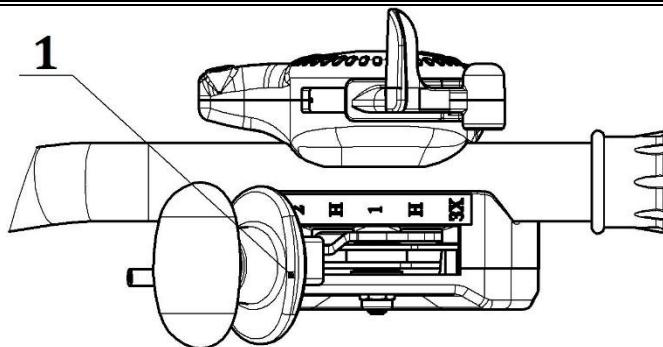
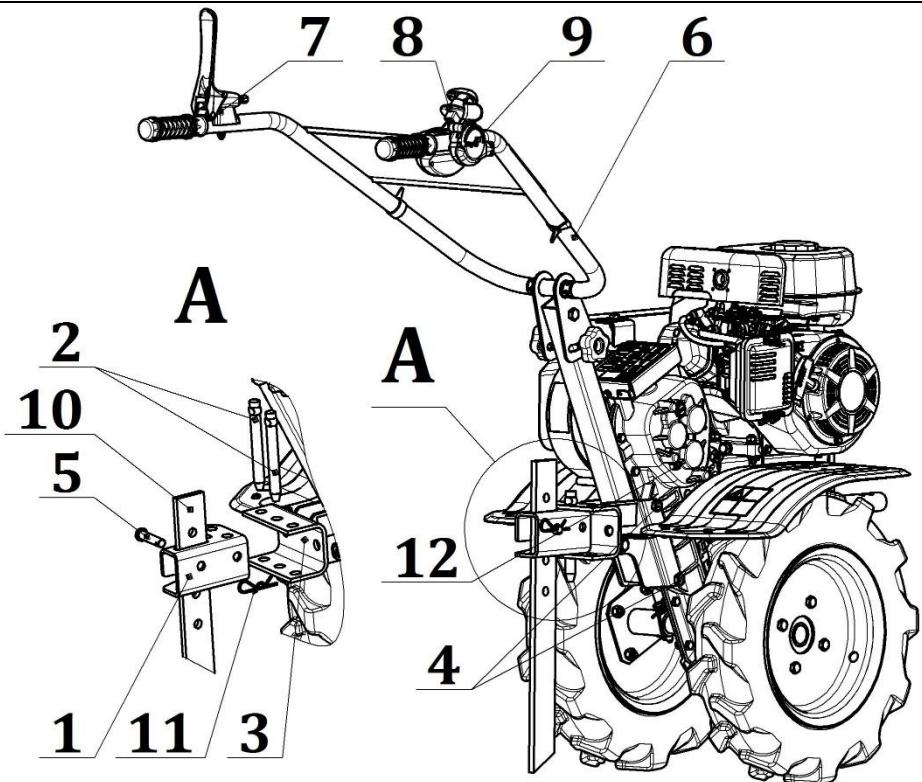

Рисунок 6 – Рычаг переключения передач
Рисунок 9 – Мотоблок. Вид справа сзади
Рулевая колонка крепится к угольникам двумя болтами **4** (рисунок 9).
Рычаг переключения передач (рисунок 6) находится на правой ручке руля, рядом с акселератором.
Рычаг переключения передач (рисунок 6) находится на редукторе мотоблока (МБМ-1) или на правой ручке руля, рядом с акселератором (МБМ-2).
6.1.5 Установите ограничитель 10 (рисунок 9) на нужную глубину обработки почвы и закрепите осью 5 и шплинтом 11.
6.2.2 Убедитесь, что рядом с мотоблоком и вблизи его вращающихся частей и рабочих органов навесных агрегатов нет посторонних лиц. Установите рычаг переключения передач 1 (рисунок 6) в положение «Н» (нейтраль).
6.2.7 Для переключения передачи остановите мотоблок, отпустив ручку сцепления 7 (рисунок 9), переключите передачу рычагом 1 (рисунок 6) с небольшим усилием.